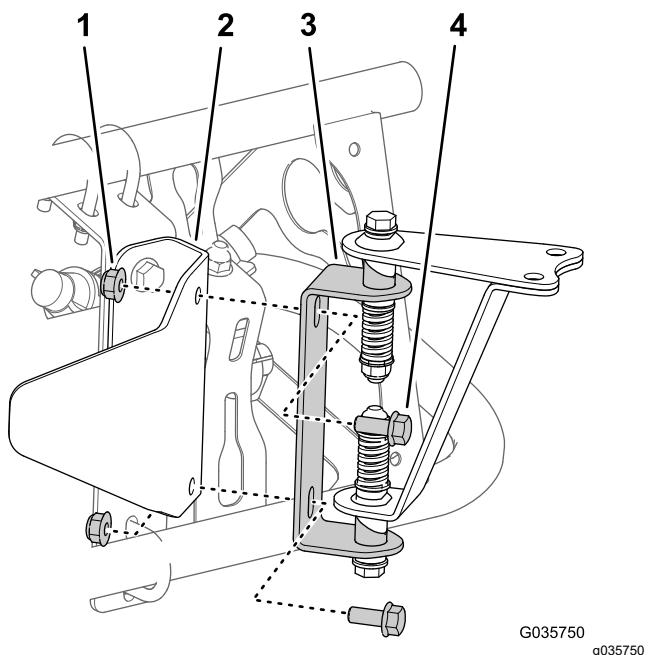
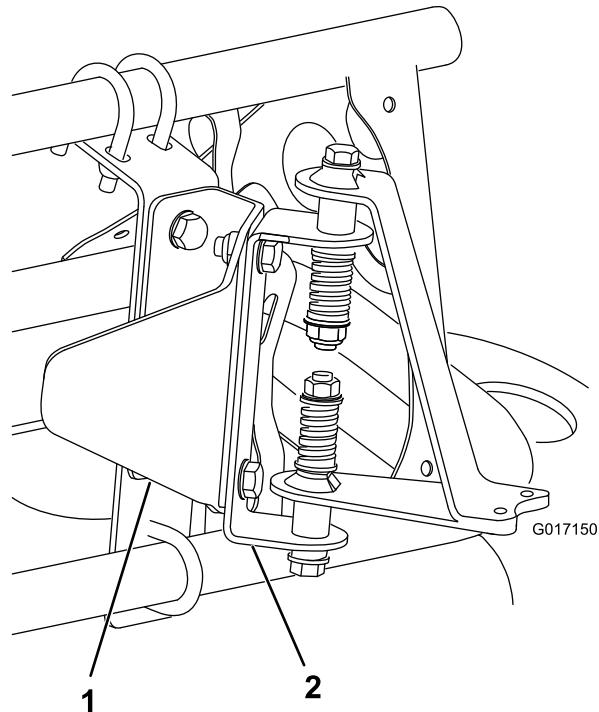

Figura 18
Figura 19
3. Instale o hardware de montagem do sensor no suporte de proteção do sensor com dois parafusos (5/16 pol. x $\frac{3}{4}$ pol.) e duas porcas de bloqueio (5/16 pol.) como é mostrado na Figura 18 (para uma rampa descoberta) ou Figura 19 (para uma rampa coberta).